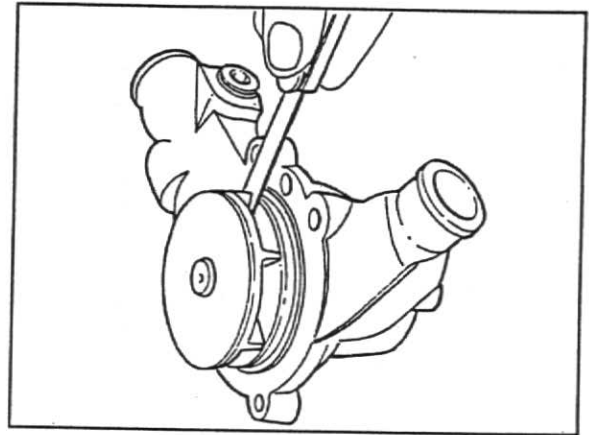

Fig. 20
8. Verifique a folga entre o rotor e a carcaça da bomba: 0,69 - 0,89 mm ou 0,027 - 0,035 pol, fig.20.